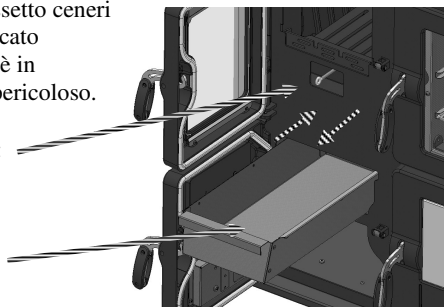

Fig.2
- Il cassetto ceneri, è situato sotto al focolare, per accedervi è necessario aprire la porta Ceneri. Quando l’apparecchio è freddo, il cassetto ceneri deve essere vuotato dai residui di combustione utilizzando l’apposito guanto in dotazione all’apparecchio.(Fig. 2)